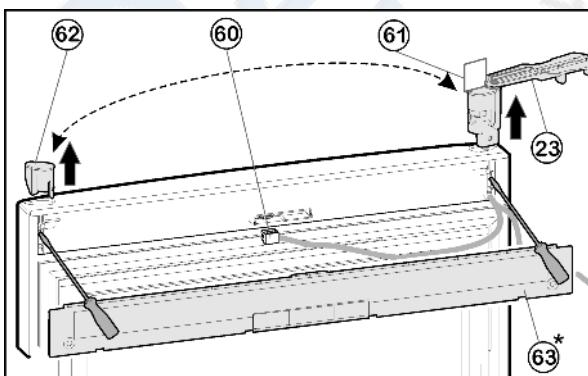

Fig. 11
- С помощью отвёртки выведите из зацепления крышку Fig. 11 (63) на дверце.
- Отсоедините разъем Fig. 11 (60).
- На верхней дверце поверните опорный кронштейн Fig. 11 (23) наружу параллельно краю дверцы.
- При помощи отвертки вытолкните опорный кронштейн Fig. 11 (23) снизу и снимите с двери вместе с кабелем.
- Извлеките пробку Fig. 11 (62) снизу при помощи отвертки и вставьте на другой стороне.
- Проденьте кабель опорного кронштейна Fig. 11 (23) на противоположной стороне и установите опорный кронштейн.
- Снимите шаблон Fig. 11 (61) и закрепите на опорном кронштейне.
- Вставьте разъем Fig. 11 (60).
- Зафиксируйте крышку Fig. 11 (63) на дверце.